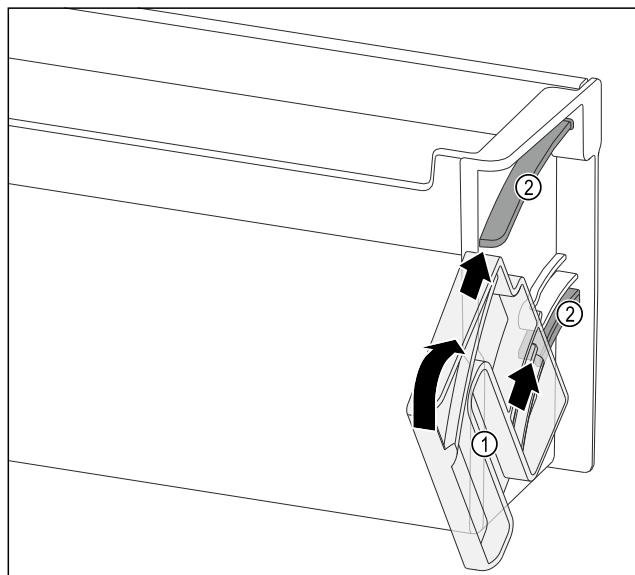

Fig. 149
- ▶ Dreheinheit Fig. 149 (1) so positionieren, dass die Aussparungen genau gegenüber den Führungskanälen Fig. 149 (2) des Türabstellers liegen.
- ▶ Dreheinheit Fig. 149 (1) in die angegebene Richtung drehen.